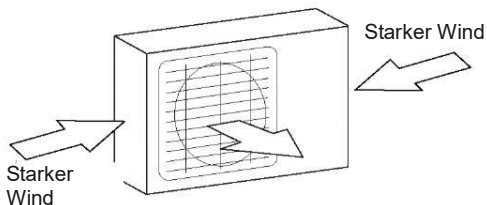

Abb. 6.1
- ☑ Wenn der Standort starken Winden ausgesetzt ist (z. B. am Meer), muss das Gerät an der Wand positioniert werden, um es vor Wind zu schützen. Sehen Sie gegebenenfalls einen Windschutz vor. (Siehe Abb. 6.1 und 6.2)